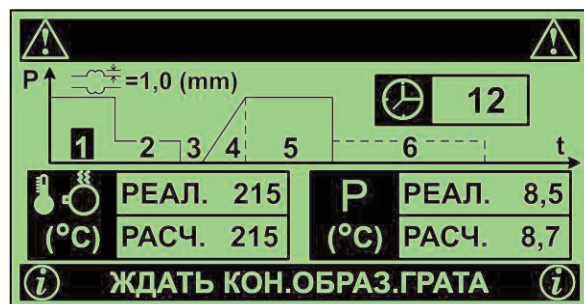

Рис. 1. Дисплей
– Полнографический дисплей, который позволяет одновременно отображать, например, классическую кривую давления и текущую фазу сварочного процесса, рекомендуемые и фактические значения основных параметров, подсказки оператору о возможных ошибках и дальнейших действиях (см. рис. 1).